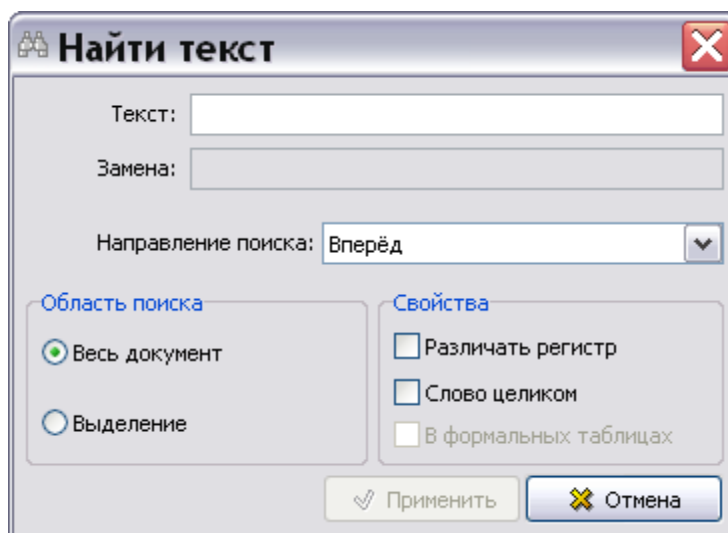

Рис. 5.17
2. В выпадающем меню выберите команду **Найти**. При этом появится диалоговое окно **Найти текст** (Рис. 5.17).